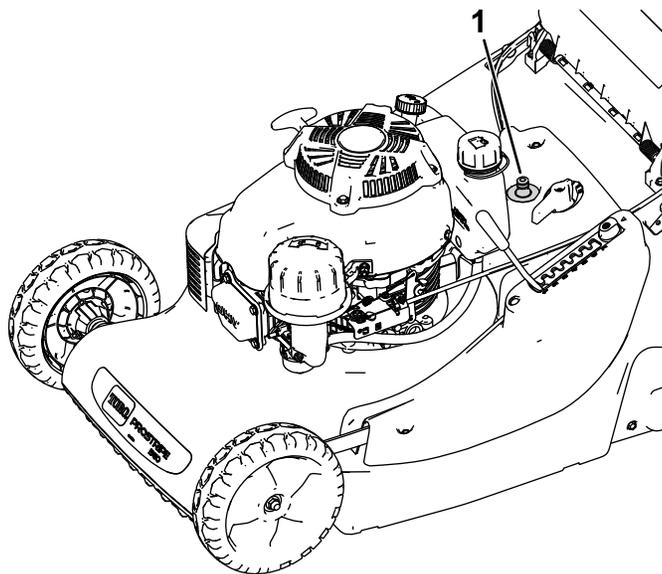

図 20
7. 洗浄ポートにホースを接続し、ホースを水道栓につなぐ **図 20**。